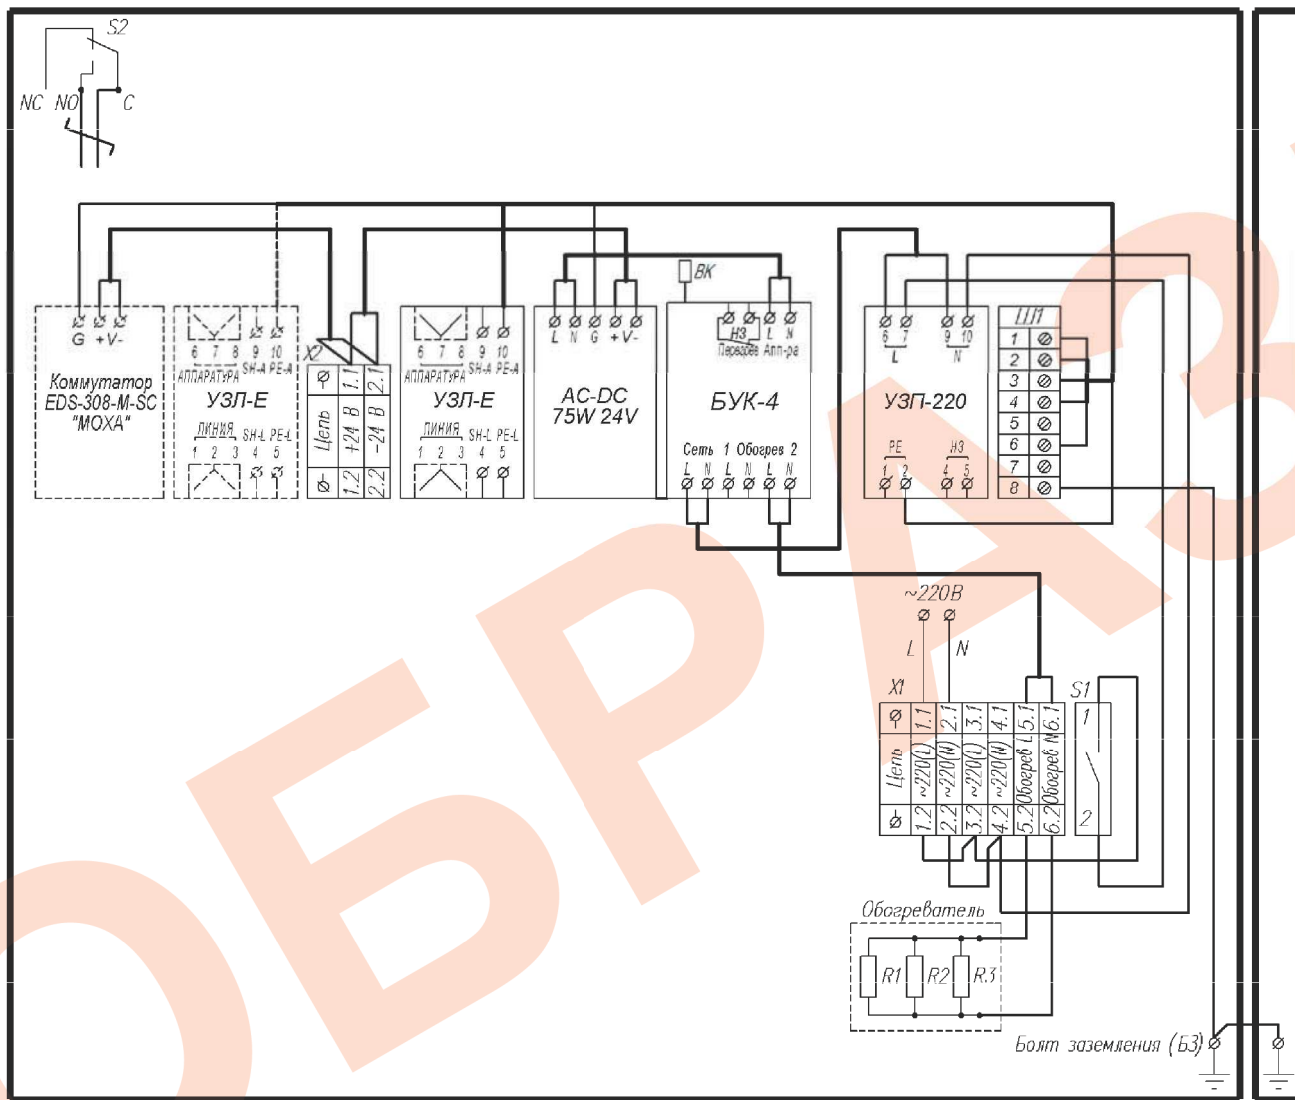

Рис.2 Схема электрическая принципиальная
1. Подключение цепей термощафа производится в соответствии со схемой электрической принципиальной (рис.2). Для подключения необходимо:
3. Подключить кабель питания IP-камеры к контактам клемм X2, соблюдая полярность (рис. 2).